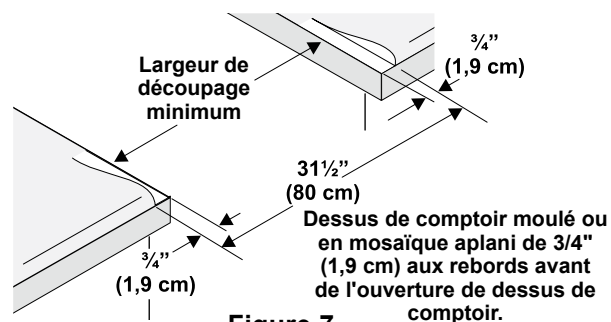

Figure 7
- Les dessus de comptoir au rebord avant moulé doivent être aplanis de $\frac{3}{4}$ " (1,9 cm) à chaque coin avant de l'ouverture (Figure 7).
- Il est possible qu'il soit nécessaire d'araser de $\frac{3}{4}$ " (1,9 cm) les dessus de comptoir en mosaïque à chaque coin avant et/ou d'aplanir le rebord arrondi (Figure 7).